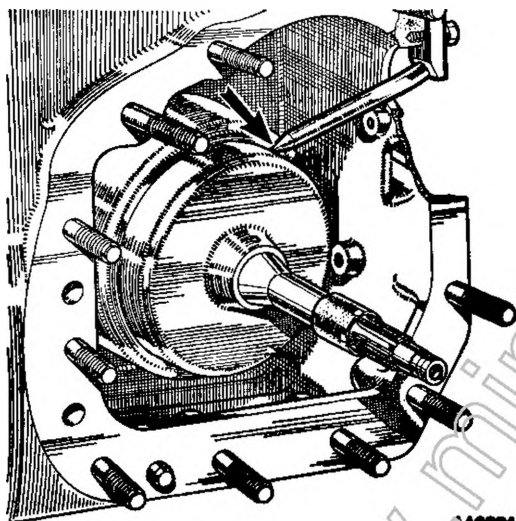

Fig. Fa. 19
4. Togliere il complessivo di comando del regolatore dalla scatola della trasmissione ed installare l' attrezzo 18G 1097 (vedi figura Fa. 19).
31. Disporre il manicotto di plastica sugli anelli sull'albero della frizione in avanti e rimontare la frizione. Se si effettua la sostituzione di un modello precedente con uno di tipo più recente, occorrerà sostituire altresì la valvola di arresto della retromarcia (vedi punto 10). Installare l'attrezzo 18G 1097 per trattenere in corretta posizione la frizione in avanti (vedi figura Fa. 19).